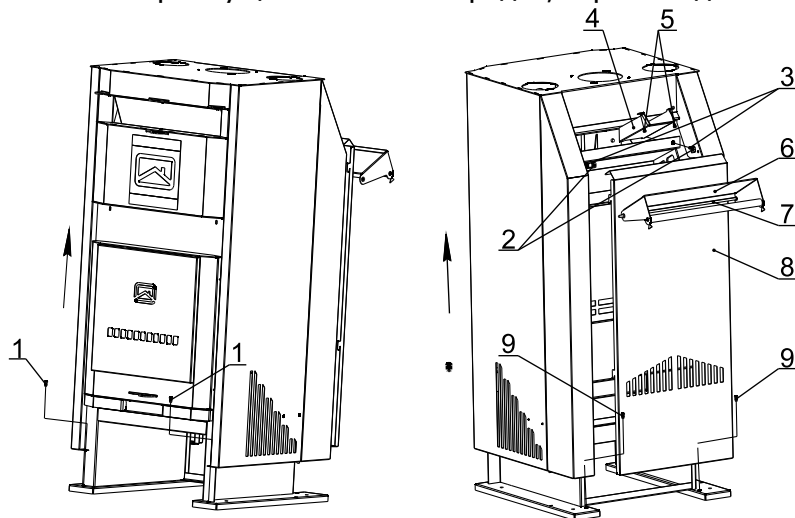

Рис. 6 Схема демонтажа конвектора
- 1) Открутите 2 винта в передней нижней части камина (поз. 1 рис. 6);
- 2) Демонтируйте крючки (поз. 2 рис. 6), открутив винты (поз. 3 рис. 6);
- 3) Демонтируйте воронку (поз. 4 рис. 6), открутив винты (поз. 5 рис. 6);
- 4) Демонтируйте дверь каменки (поз. 6 рис. 6). Для этого снимите одну из стопорных шайб на оси (поз. 7 рис. 6), используя пассатижи, и заведите ось в отверстие конвектора;
- 5) Снимите заднюю панель конвектора (поз. 8 рис. 6). Для этого, стоя зади камина, потяните панель вверх и на себя;
- 6) Открутите 2 винта в задней нижней части камина (поз. 9 рис. 6);